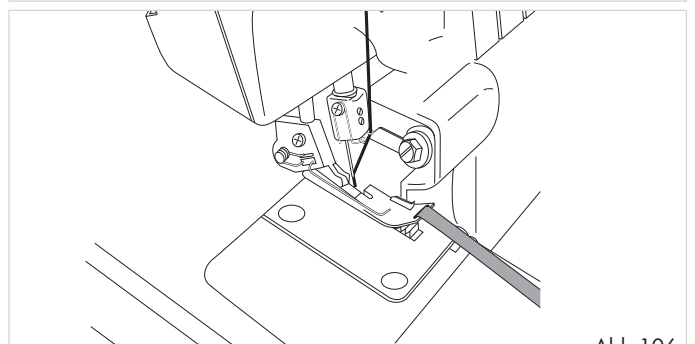

Abb.106
3. Ziehen Sie die Kordeleinlage (Garn oder Körperband) durch den Schlitz in vorderen Bereich des Nähfußes 21 (Abb. 106).